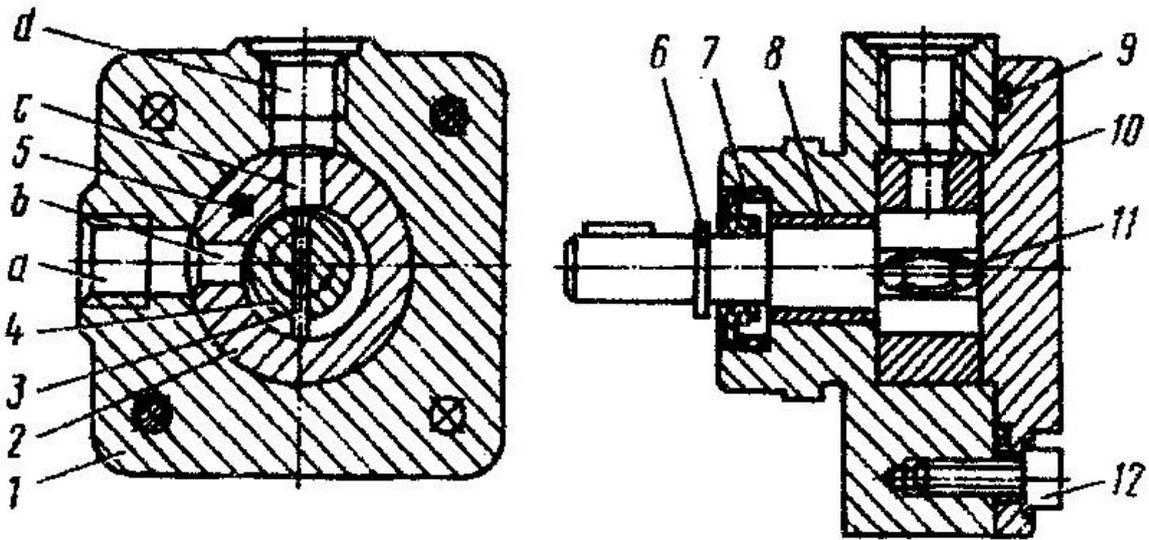
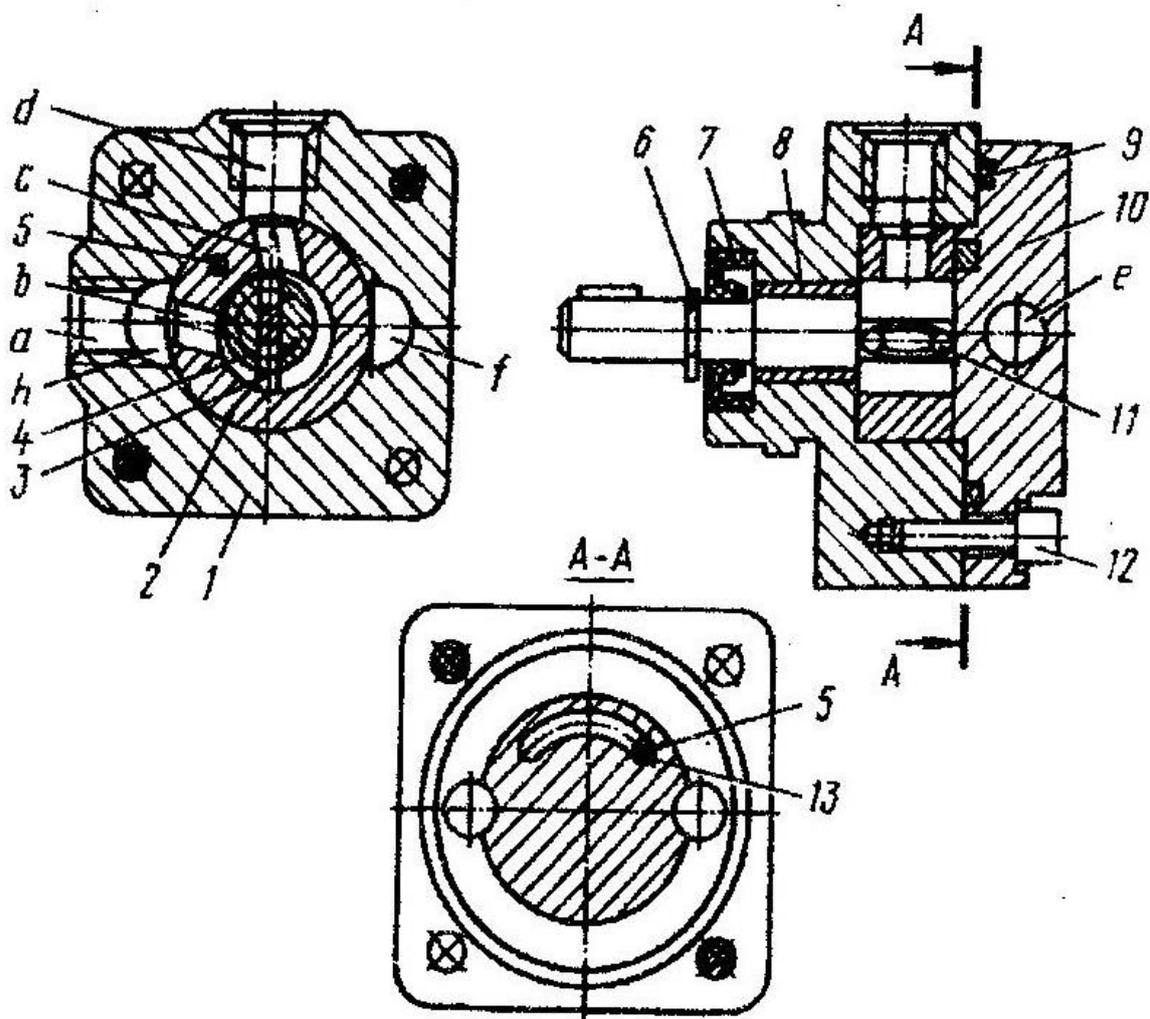

Рис. 2. Насос пластинчатый для смазки типа С12-5М:
Рис. 3. Насос пластинчатый реверсивный для смазки СИ2-4М:
5.1. Устройство насоса С12-5М показано на рис.2, насоса С12-4М на рис.3. В чугунном корпусе расположен статор с эксцентричным отверстием. В бронзовой втулке, запрессованной в корпус, вращается
5.3. На рис.3 показан насос С12-4М с правым направлением вращения вала. В этом случае насос работает аналогично насосу С12-5М, т.е. масло всасывается через отверстие д в корпусе, отверстие б в статоре и нагнетается через отверстие с в статоре и отверстие д в корпусе.